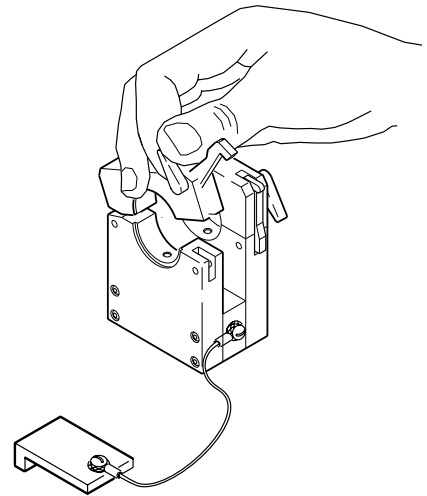

Abbildung 12 Öffnen des Spannblocks
1. Die beiden Hebel lösen und den Rohrspannblock öffnen. Siehe Abbildung 12.